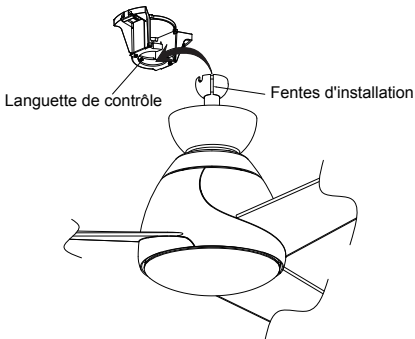

Fig. 11
**Étape 8.** Soulever maintenant le moteur en position et placez la boule de suspension dans le support de suspension. Tourner l'ensemble jusqu'à ce que la languette de contrôle se trouve dans le logement et qu'il soit fermement logé. (Fig. 11) La totalité du corps du moteur ne doit pas tourner.